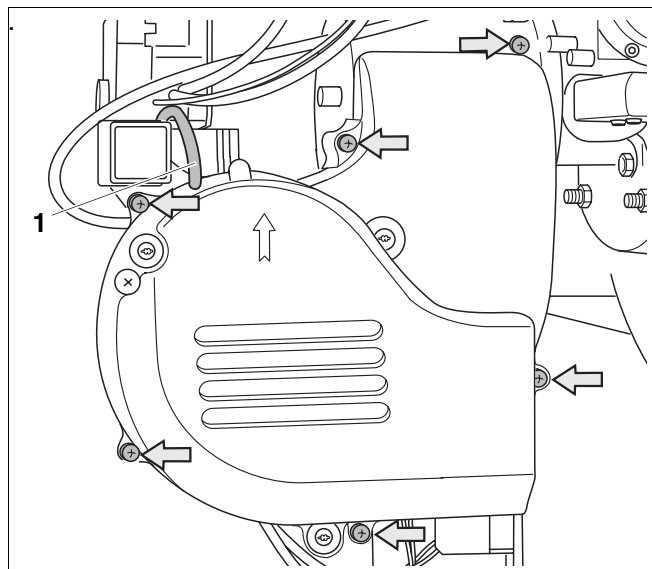

Fig. 22 Démontage du couvercle de la turbine du ventilateur
- Desserrez les 6 vis (fig. 22) et démontez le couvercle de la turbine du ventilateur.
- Débranchez le flexible d'impulsion (fig. 22, **pos. 1**) de la borne moins du pressostat d'air.